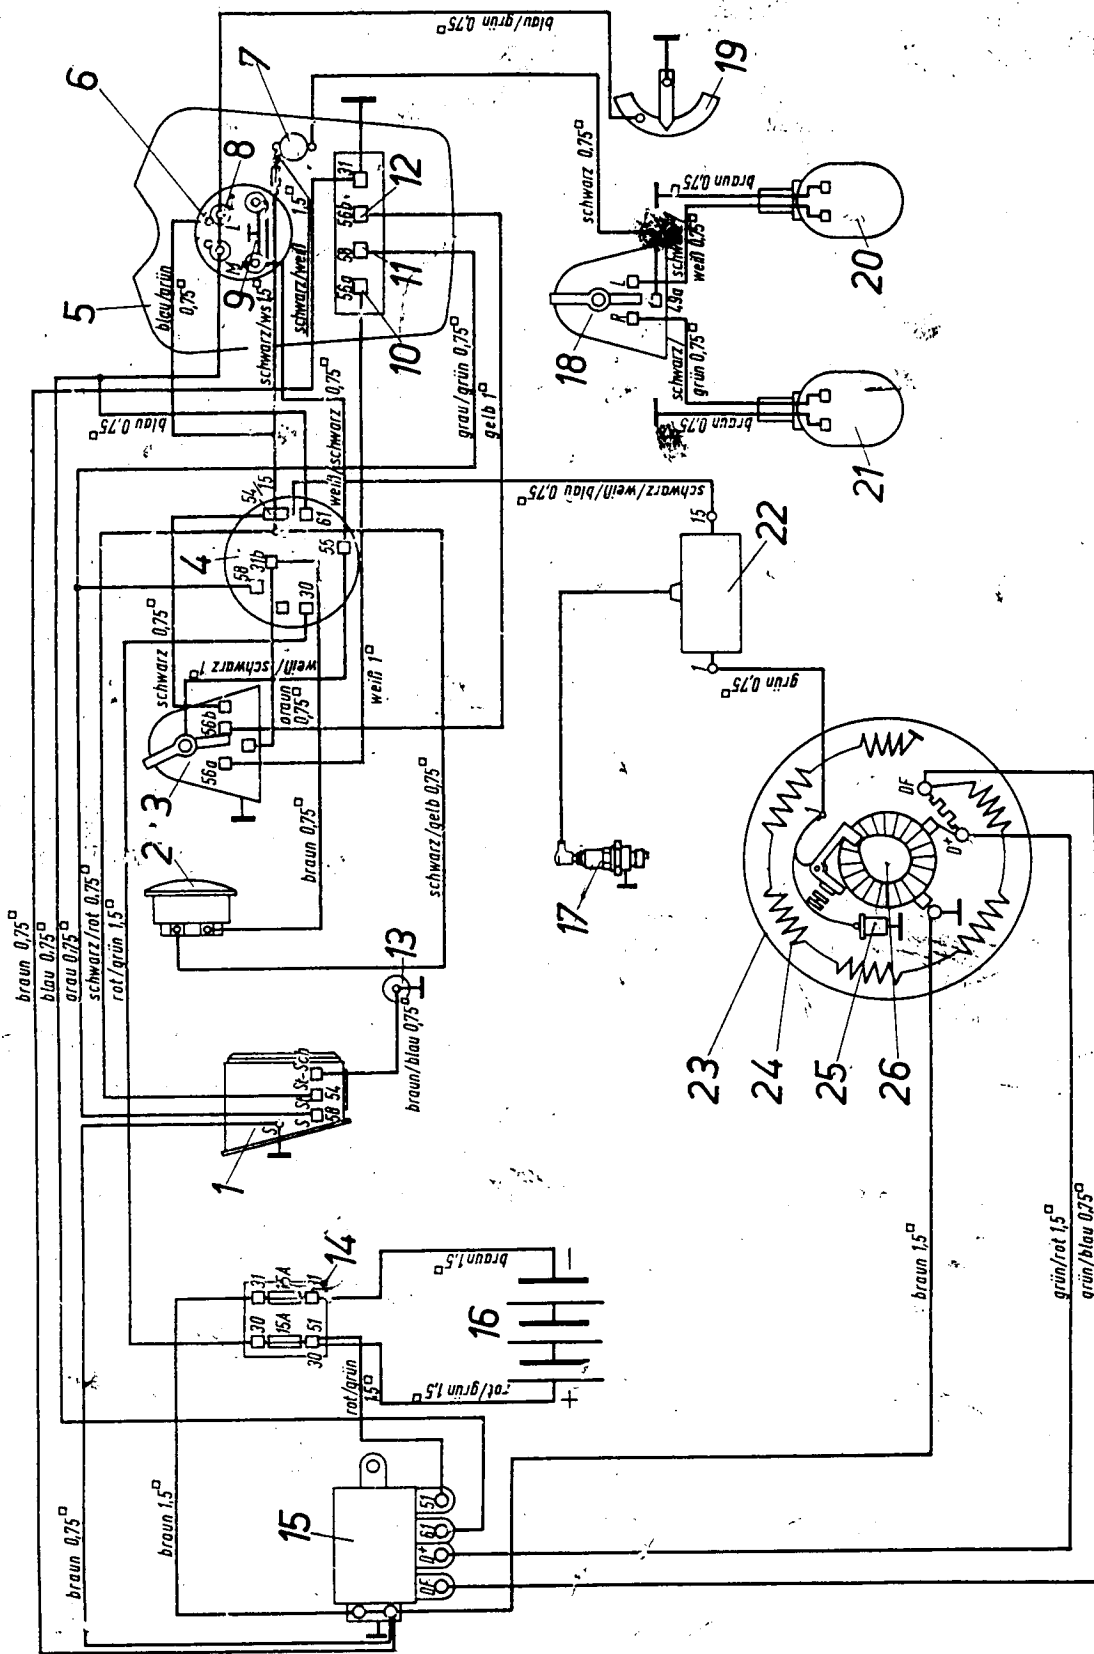

Bild 108
Gleichzeitig erhielt das Klemmbrett (A) zwei 15-A-Sicherungen. Der Lade-Stromkreis ist durch die zweite Sicherung separat abgesichert. Bitte den Schaltplan. Bild 108, beachten!
Legende zu Bild 108